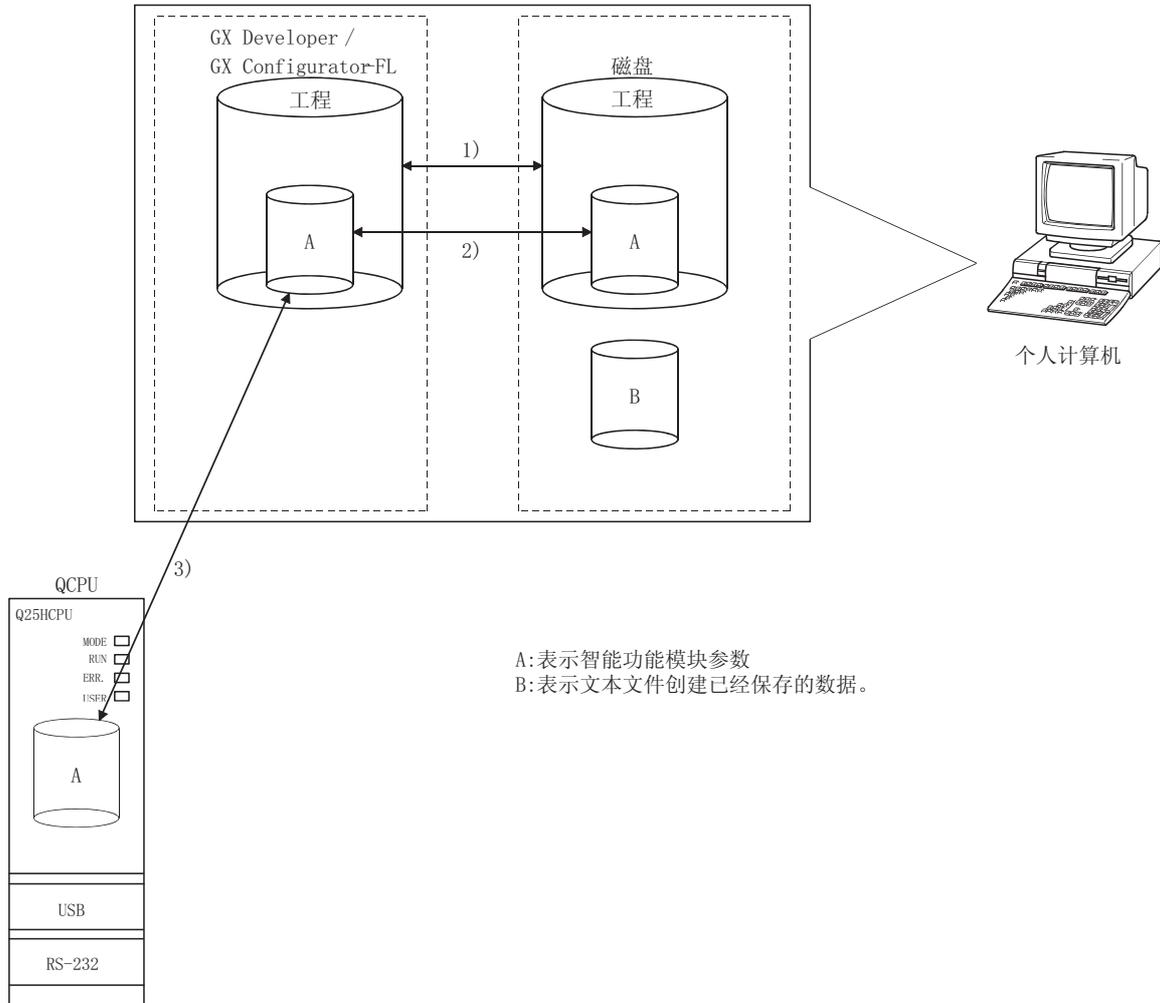

图 6.1 通过 GX Configurator-FL 创建的数据关系图
以下所示使用 GX Configurator-FL 创建的数据/文件可以用于 GX Developer 操作。数据/文件与可使用的操作环境间的关系，请参阅图 6.1。
- (b) 使用以下步骤执行如图 6.1 所示的操作。